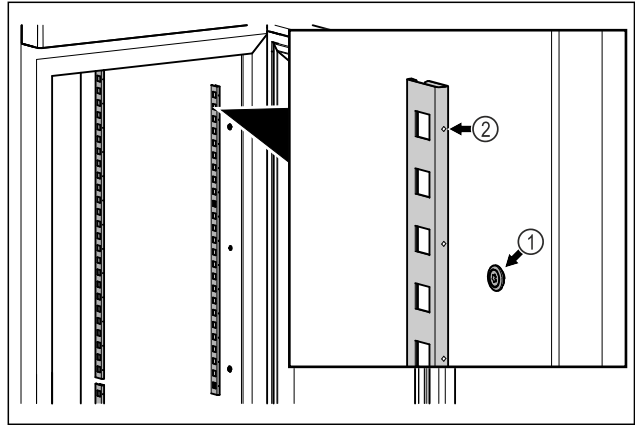

Fig. 17 Esimerkkikuva
- Kiinnitä pidikekiskot Fig. 17 (1) ripustimeen. Merkinnän Fig. 17 (2) on osoitettava eteenpäin.